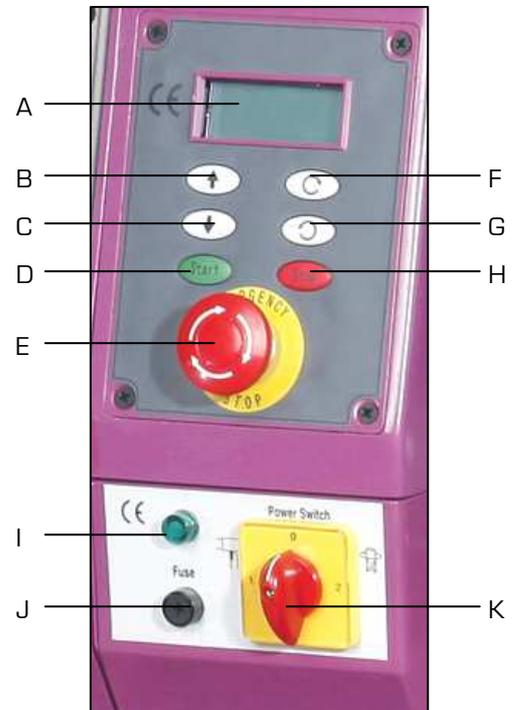

Figure 2
3. Mettre la machine sous tension en positionnant le sélecteur [K fig.2] sur « 1 », le voyant vert [I fig.2] s'allume.
Le sélecteur [K fig.2] sur la position « 2 » est utilisé lorsque le tour dispose d'une tête de perçage/fraisage.